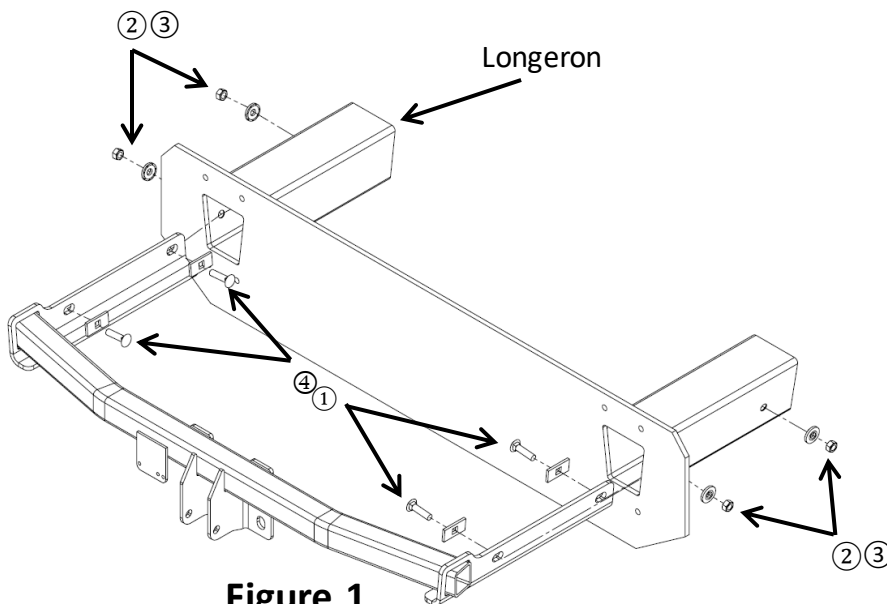

Figure 1
⑩	Qté. (2)	Étiquette d'avertissement
- Retirer les vis du carénage inférieur** – Sous l'arrière du véhicule, retirer six (6) vis dans le bas du carénage.
- Installation de l'attelage** – Insérer les supports latéraux de l'attelage dans les longerons de châssis comme illustré à la **Figure 1**, puis aligner les fentes des supports d'attelage sur les trous des longerons (si les trous sont recouverts d'un enduit sur l'extérieur du cadre, le retirer pour installer la visserie). Utiliser les fils de tirage fournis pour installer les boulons et les espaceurs à travers l'attelage et le cadre du véhicule (voir Fig. 2). Installer les rondelles coniques (dents orientées vers le cadre du véhicule) sur les boulons.